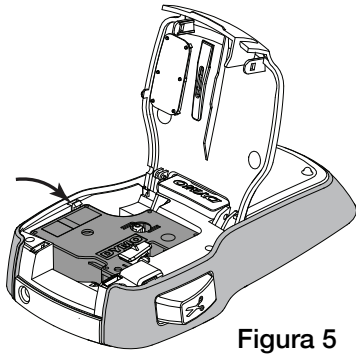

Figura 5
- Inserire la cartuccia e premerla con decisione fino ad avvertire uno scatto che ne indica l'inserimento corretto. Vedere la Figura 5.